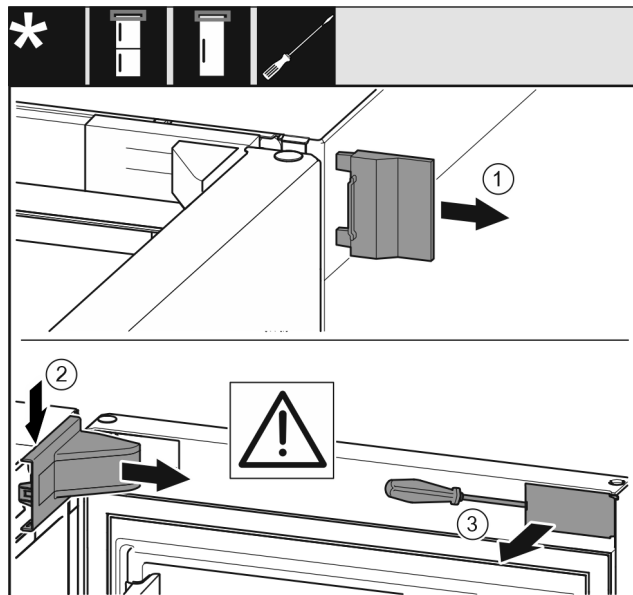

Fig. 7
- Odoberte vonkajší kryt Fig. 7 (1).
- Odistite a odoberte kryt ložiskovej konzoly Fig. 7 (2).
- Odistite kryt Fig. 7 (3) plochým skrutkovačom a odklopte ho do strany.